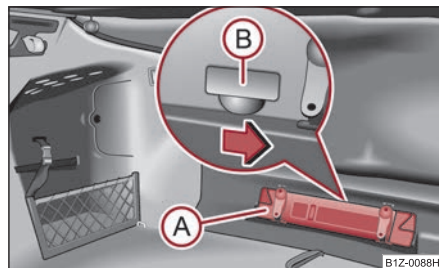

Fig. 47 Descuierea de urgență a capacului portbagajului
- Scoateți triunghiul reflectorizant* (A) ⇒ fig. 47.
- Apăsați maneta de deblocare în sensul indicat de săgeată, pentru a descuia capacul portbagajului. Maneta se găsește sub capacul (B).